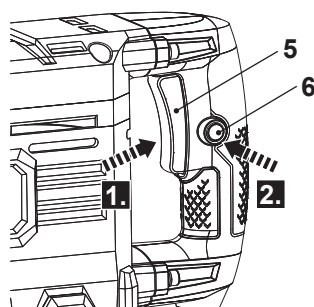

Fig. 4
- > Appuyez sur l'interrupteur marche/arrêt (5) pour allumer le produit (Fig 4).
- > Relâchez l'interrupteur marche/arrêt (5) pour éteindre le produit.
- > Appuyez puis relâchez l'interrupteur marche/arrêt (5) pour éteindre le produit.